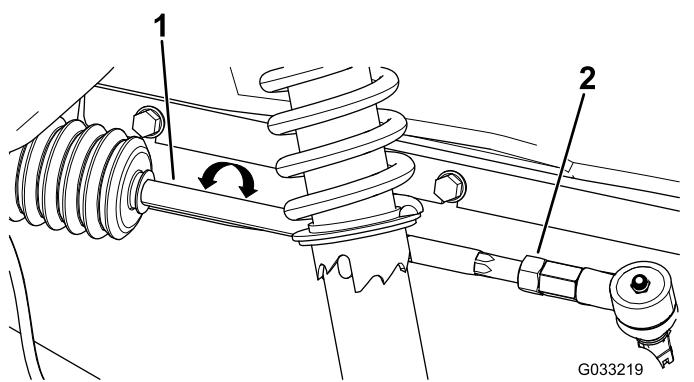

Figura 53
2. Si la medición no se encuentra entre 0 y +/- 3 mm, afloje las tuercas autoblocantes en el extremo exterior de las bielas (Figura 53).